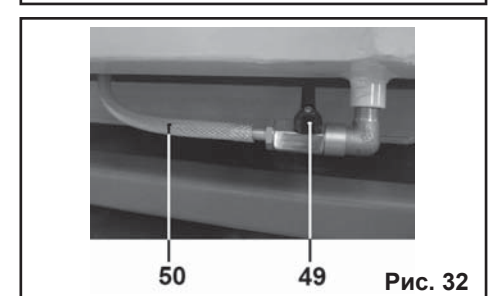

Рис. 32
- перекройте подачу воды на валец (Рис. 32);
10.3. С помощью вентиля разбрызгивателя (49) (Рис. 32) можно установить равномерное разбрызгивание воды во время работы.